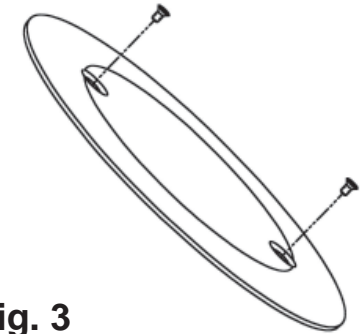

Fig. 3
3. Install abandonment plate (figure 3). Coat supplied screws with sealant compound to ensure water tightness before installing. Coat cover perimeter to ensure water tightness.
3. Fixer la plaque d'annulation (figure 3). Enduire les vis fournies et le périmètre du couvercle d'un composé d'étanchéité à l'eau avant le montage.